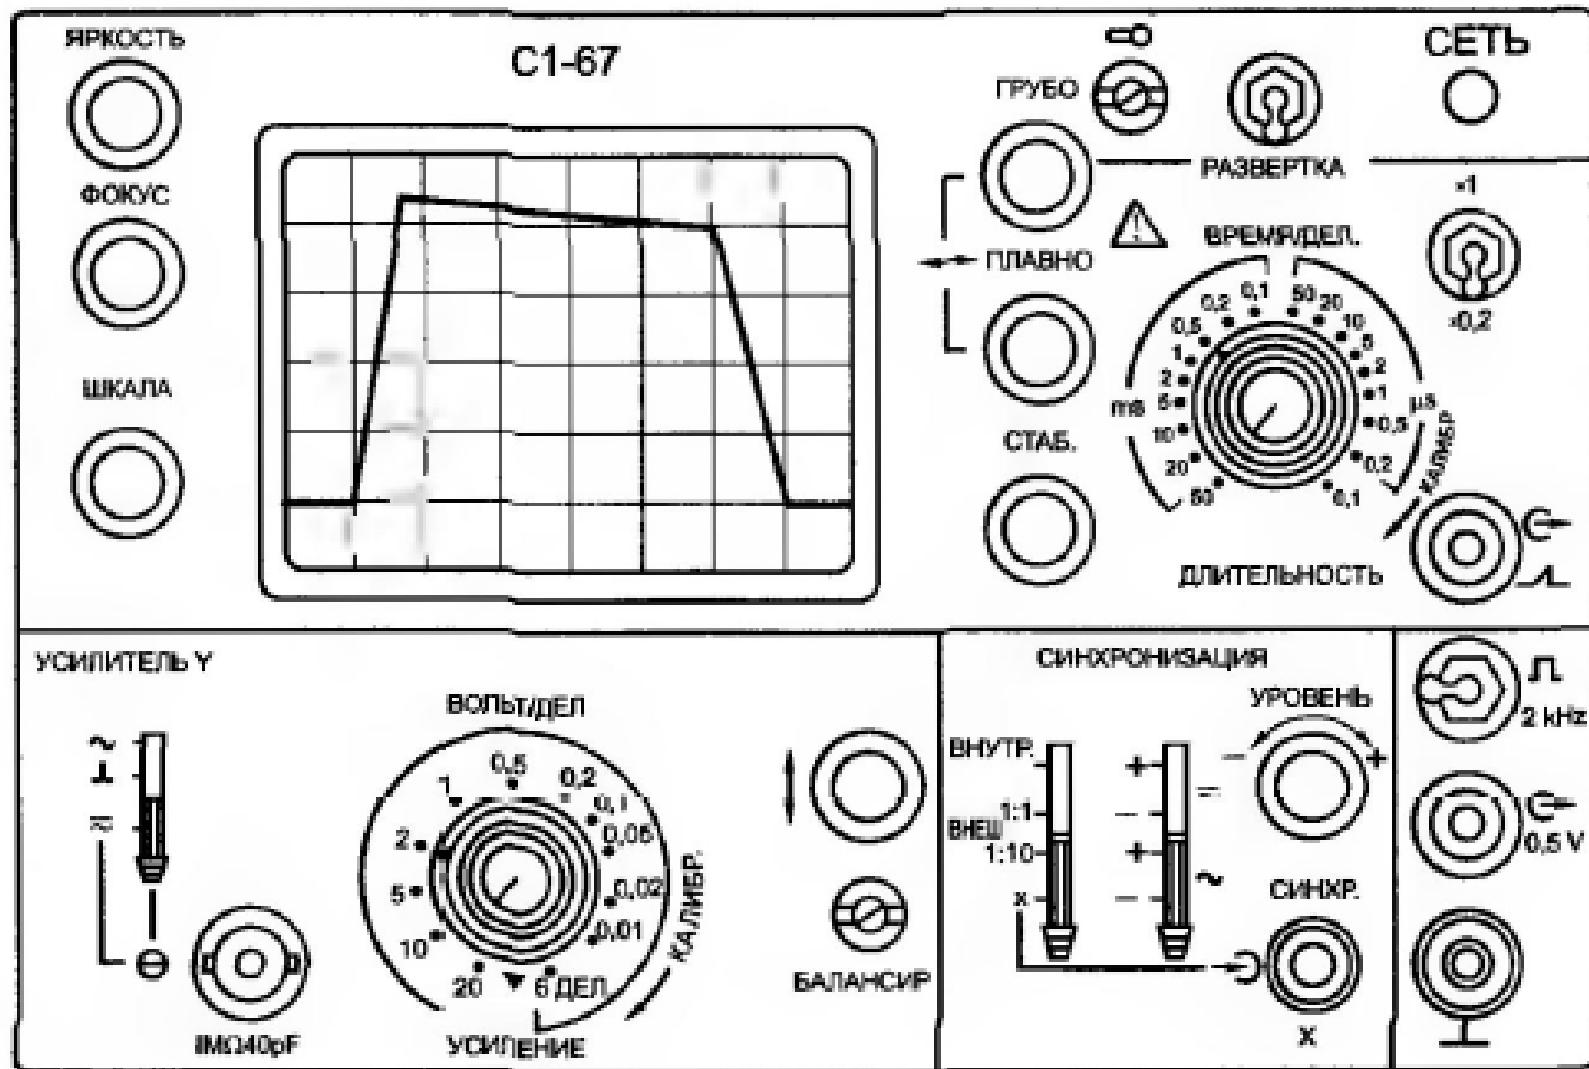

Рис. 7.2. Изображение лицевой панели осциллографа C1-67 с импульсным сигналом
**7.242—7.259.** Определить, при каких положениях переключателя «Время/дел.» прибора С1-67 измерение следующих длительностей импульса, изображенного на экране рис. 7.2, будет иметь наименьшую погрешность (тумблер «Развертка» установлен в положение  $\times 1$ ):